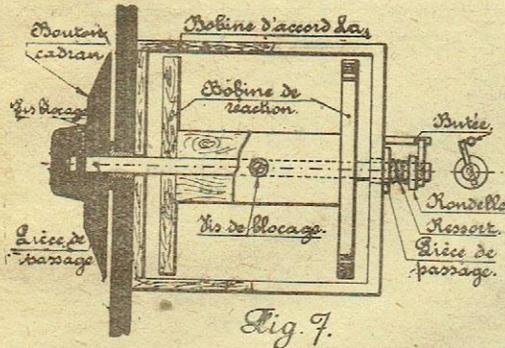

Fig. 7.
**Bobine d'accord La et bobine de réaction.** — La bobine d'accord est fixée sur le panneau avant par quatre vis à bois nickelés (à tête fraisée). La bobine de réaction est mobile à l'intérieur de la première (voir figure 7 ci-contre). L'axe de commande (en laiton de 6 mm. de diamètre, longueur 160 mm.) traverse le panneau avant et les deux bobines; celle de réaction est solidaire de cet axe grâce à une vis à métaux qui le traverse de part en part.